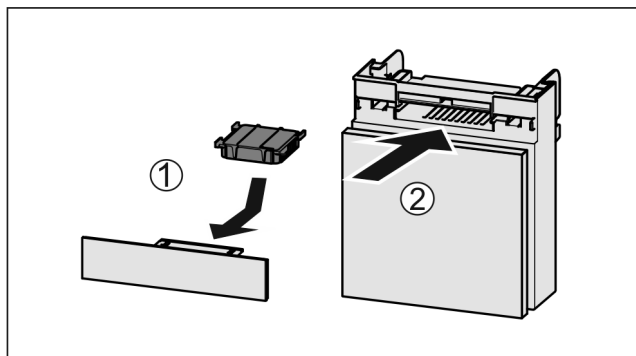

Fig. 182
- ▶ Aktivni ogljeni filter vstavite Fig. 182 (1) skladno s prikazom na sliki.
- ▶ Predal potisnite noter Fig. 182 (2).